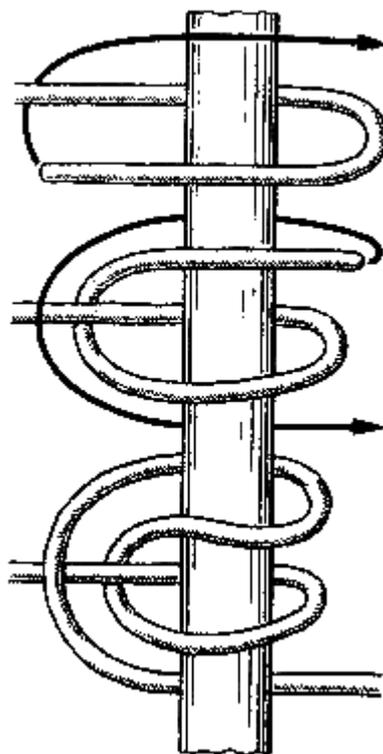

Рис. 62. Зигзаговый узел
**Зигзаговый узел** (рис. 62). Название узла как нельзя лучше соответствует его форме. При вязке этого узла ходовой конец проходит как бы зигзагами то в одну, то в другую сторону. Зигзаговый узел весьма специфичен. Он в основном применяется для утягивания и закрепления высокого штабеля груза в открытом кузове грузового автомобиля, оборудованного высокими стойками. Если, например, на таком грузовике требуется перевезти несколько сотен легких ящиков, то их, прежде всего, необходимо надежно закрепить. Сделать это можно с помощью длинной веревки, применив зигзаговый узел. Крепить веревку вокруг стоек грузовика лучше всего, держа ее моток в руке, иначе придется каждый раз протаскивать всю длину веревки.